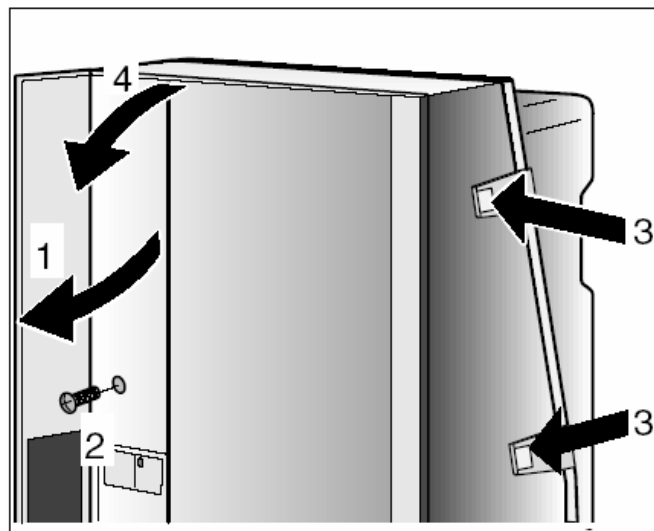

Рис. 6 Снятие кожуха
- Выверните крепежный винт под крышкой панели управления (рис. 6, поз. 2).
- Освободите шарнирные защелки кожуха (рис. 6, поз. 3).
- Слегка приподнимите кожух и потяните его вперед (рис. 6, поз. 4).